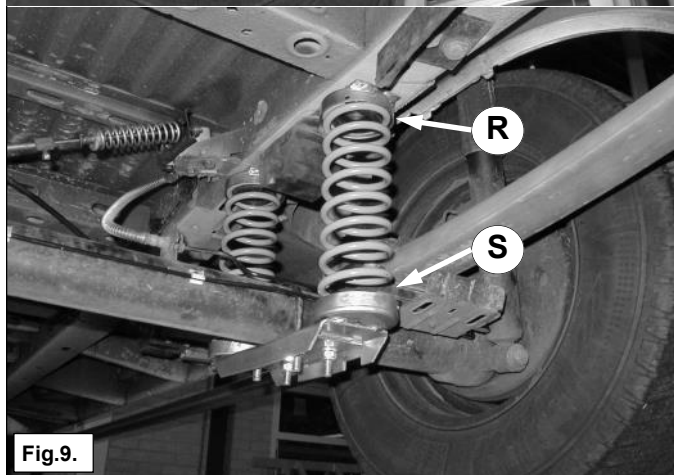

Fig.9.
5. Hef de auto uit zijn veren. Plaats de rubbers **R** (boven) en **S** (onder) in de veerhouders en plaats de hulpveer **C** onder goed in het slot op rubber **S** en druk de hulpveer krachtig in en plaats hem boven op rubber **R**. Zie fig. 9.
5. Jack up the car. Put the rubbers **R** (top) and **S** (bottom) into the spring seats and fit the auxiliary spring **C** on rubber **S** pay attention that the end of the coil stands correctly on rubber **S** spring, fit it in the upper seat by pulling it downwards and placing it in the upper spring seat. See fig. 9.
5. Heben Sie das Fahrzeug an. Montieren Sie die Gummis **R** (oben) und **S** (unter) in die Federhalter und montieren Sie die Hilfsfeder **C** richtig auf Gummi **S**, ziehen Sie die Hilfsfeder nach unter und stellen Sie die Hilfsfeder am obere Seite in der Federhalter. Siehe Fig. 9.
5. Soulevez le véhicule hors des ressorts. Placez les caoutchoucs R (en haut) et S (en bas) dans les supports de ressort et installez le ressort auxiliaire C en le comprimant fortement dans la coupelle inférieure, puis placez-le dans la coupelle supérieure. Cf. fig. 9.